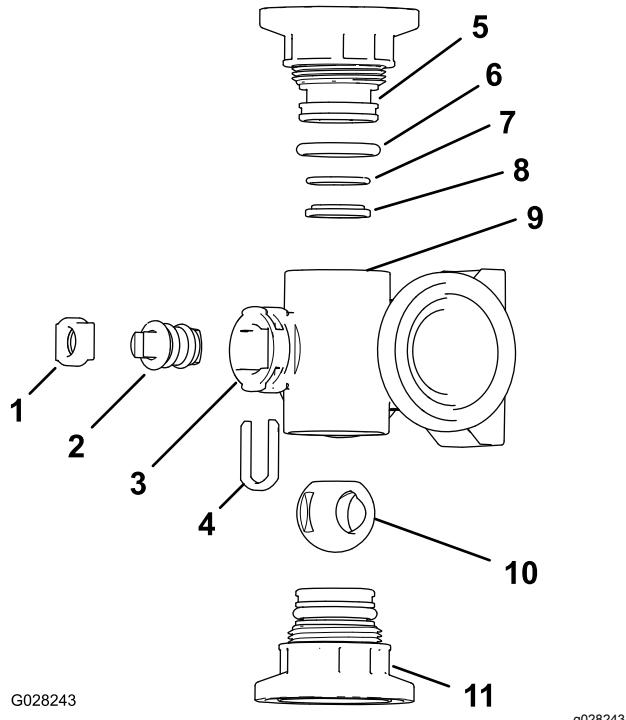
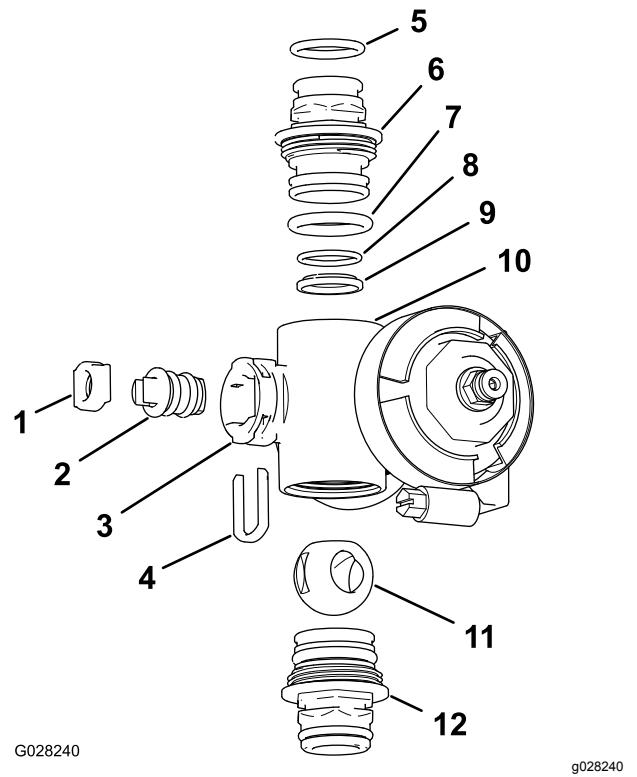

Figura 114
Figura 115
2. Rimuovete i 2 gruppi del raccordo del tappo terminale da ciascun'estremità del corpo del collettore (Figura 114 e Figura 115).
- Rimuovete il fermo dello stelo dalle scanalature nella porta dello stelo nel collettore (Figura 114 e Figura 115).
- Rimuovete il fermo dello stelo e la sede dello stelo della valvola dal collettore (Figura 114 e Figura 115).
- Rimuovete il gruppo dello stelo della valvola dal corpo del collettore (Figura 114 e Figura 115)
1. Controllate la condizione degli O-ring del raccordo di uscita (solo collettore della valvola della sezione), gli O-ring del tappo terminale, gli O-ring delle sedi posteriori e la sede a sfera per escludere danni o usura (Figura 114 e Figura 115).
2. Applicate il grasso al silicone sullo stelo della valvola e inseritelo nella relativa sede (Figura 114 e Figura 115).
3. Montate lo stelo della valvola e la sede nel collettore e fissateli con il fermo dello stelo (Figura 114 e Figura 115).
4. Assicuratevi che l'O-ring della valvola di ritorno e la sede della sfera siano allineati e in sede nel raccordo del tappo terminale (Figura 114 e Figura 115)
5. Montate il gruppo del raccordo del tappo terminale sul corpo del collettore fino a quando la flangia del raccordo del tappo terminale non tocca il corpo del collettore (Figura 114 e Figura 115), poi ruotate il raccordo del tappo terminale di un altro 1/8 - 1/4 di giro.